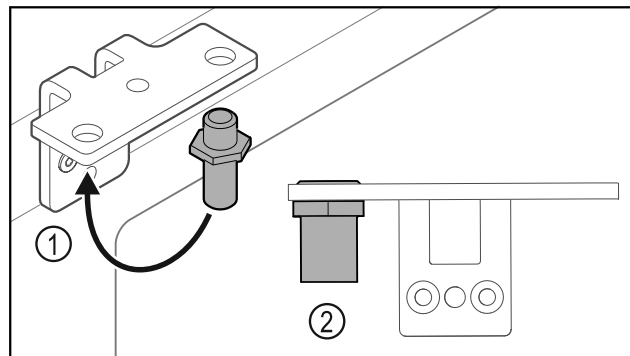

Fig. 30
- ▶ Sworznie Fig. 30 (1) przełożyć do zawiasu.
- ▶ Sworznie Fig. 30 (2) dokręcić z **momentem obrotowym 12 Nm**.